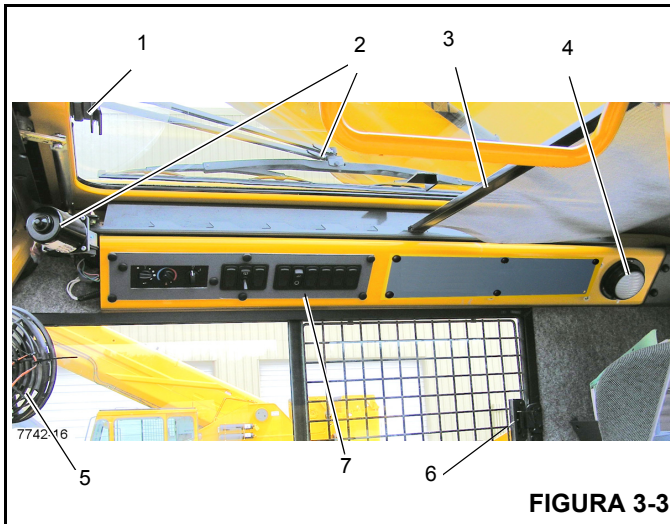
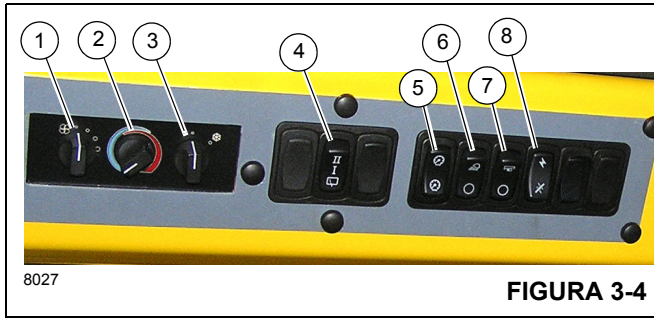

FIGURA 3-3
Figura 3-4 - Números de artículos
El pestillo de la ventana del techo (1, (Figura 3-3)) se encuentra en la parte delantera de la ventana. Apriete el pestillo y deslice la ventana hacia atrás para abrirla. Para cerrar, deslice la ventana hacia adelante hasta que el pestillo se trabe.
El limpiacristal de la ventana del techo (2, Figura 3-3) se controla por medio del interruptor del limpiacristal de la ventana del techo (4, Figura 3-4), y su funcionamiento es controlado por el motor del limpiacristal.
La visera de la ventana del techo (3, Figura 3-3) se utiliza para reducir la luz solar directa. La visera es autorretraíble y se puede utilizar para filtrar el ingreso de luz solar o se puede ajustar hacia atrás y trabarse en las muescas provistas.
La luz interior de techo (4, Figura 3-3) se encuentra en la esquina trasera derecha de la consola superior de la cabina y provee iluminación a la cabina. La luz de techo interior se controla por medio de un interruptor ubicado en la lámpara misma.
El ventilador de circulación de la cabina (5, Figura 3-3) se encuentra en el lado delantero izquierdo de la cabina, encima del marco de la ventana. Una unión giratoria permite girar el ventilador y en su base se encuentra el interruptor de control. El interruptor tiene las posiciones alta, baja y apagado.
La ventana del lado derecho de la cabina se puede abrir. Apriete el pestillo (6, Figura 3-3) para soltar la traba y deslice hacia adelante. Para cerrar, deslice la ventana hacia atrás hasta que el pestillo se trabe.
El interruptor del ventilador del calefactor/acondicionador de aire (1) (Figura 3-4) controla la velocidad del ventilador de la cabina. La velocidad del ventilador controla el volumen de salida de aire calentado (o la salida de aire enfriado) del ventilador. Los ajustes son apagado, velocidad baja, velocidad mediana y velocidad alta.
El interruptor de control del calefactor (2) (Figura 3-4) controla la intensidad de la temperatura de calefacción. Gire el interruptor hacia la derecha (sentido horario) para abrir la válvula para la calefacción. (El calor proviene del fluido calentado que circula por el serpentín del calefactor.) Gire el interruptor hacia la izquierda (sentido contrario) para cerrar la válvula para detener la circulación del fluido y reducir el calor.
El interruptor del acondicionador de aire (3) (Figura 3-4) controla el funcionamiento del sistema de acondicionamiento de aire opcional. Los ajustes son apagado (O) y encendido (I).
El limpiacristal eléctrico se usa para quitar la humedad de la ventana en el techo. El limpiacristal de la ventana del techo es controlado por el interruptor del limpiacristal (4) (Figura 3-4). Éste es un interruptor de 3 posiciones, APAGADO, velocidad BAJA y velocidad ALTA (OFF/LOW/HIGH).
El interruptor del atenuador de luces de tablero (5) (Figura 3-4) controla la iluminación de los controles del calefactor/acondicionador de aire que se encuentran en la parte superior y el medidor de temperatura de aceite de la transmisión (7) (Figura 3-3); presione el interruptor para aumentar o reducir la iluminación del tablero.
El interruptor de luces de trabajo (6) (Figura 3-4) controla las luces de trabajo de la grúa montadas en la parte delantera inferior de la cabina de la superestructura. Presione la parte superior del interruptor para encender las luces de trabajo. Presione la parte inferior del interruptor para apagar las luces de trabajo.
El interruptor de las luces de la pluma (7) (Figura 3-4) se encuentra en el tablero de la pantalla lateral. Este interruptor de dos posiciones (ON/OFF) controla el funcionamiento de los proyectores de la pluma. Presione la parte superior del interruptor para encender las luces de la pluma; presione la parte inferior del interruptor para apagar las luces de la pluma.
El interruptor de alimentación de funciones de grúa (8) (Figura 3-4) se encuentra en el tablero de la pantalla lateral. Este interruptor de dos posiciones (ON/OFF) permite al operador desconectar la energía eléctrica de las funciones de la grúa controladas por los controladores hidráulicos en los apoyabrazos. Al colocar el interruptor en la posición de APAGADO se impide el accionamiento inesperado de las funciones si se tocan los controladores durante el transporte u otra operación. Cuando el interruptor está en la posición de apagado (OFF), también se bloquea el funcionamiento del malacate de alta velocidad.